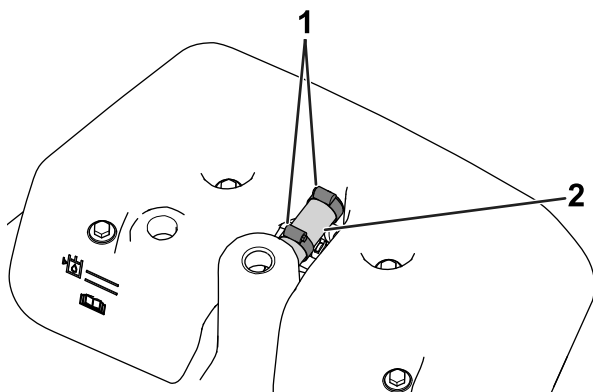

Figura 3
8. Se la macchina è provvista di un flessibile di troppopieno, allentate le fascette stringitubo e rimuovete il flessibile di troppopieno (Figura 3).